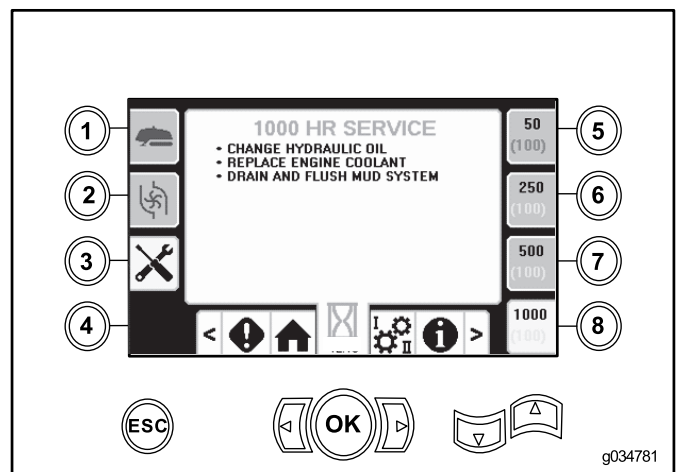

Figura 46
- Botão 8 – calendário de manutenção de 1000 horas (Figura 46)